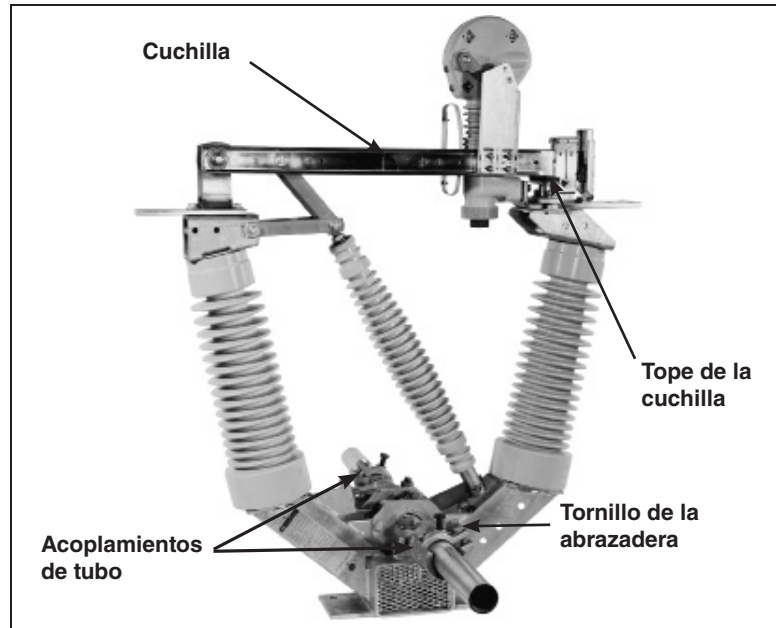

Figura 33. Reajuste del tubo de interconexión.
- (c) En el caso poco probable de que sólo uno o dos de los polos del interruptor estén totalmente cerrados, afloje el tornillo(s) de la abrazadera(s) del acoplamiento(s) del tubo de interconexión y empuje la(s) cuchilla(s) del interruptor contra su tope(s) y apriete el tornillo de la abrazadera de cada acoplamiento de tubo hasta el máximo, luego apriete los tornillos perforantes de sujeción asociados, atravesando el tubo. Continúe apretándolos hasta que se sienta una resistencia firme. Vea la Figura 33.